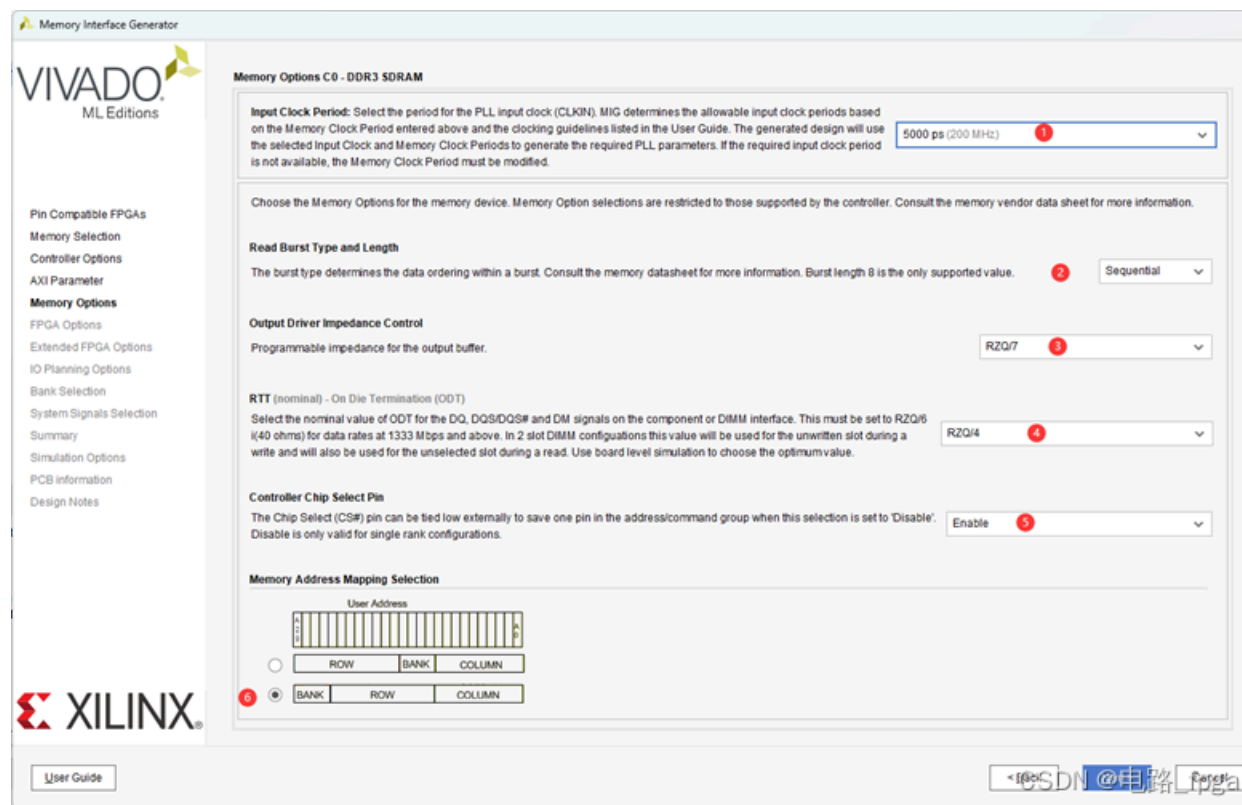
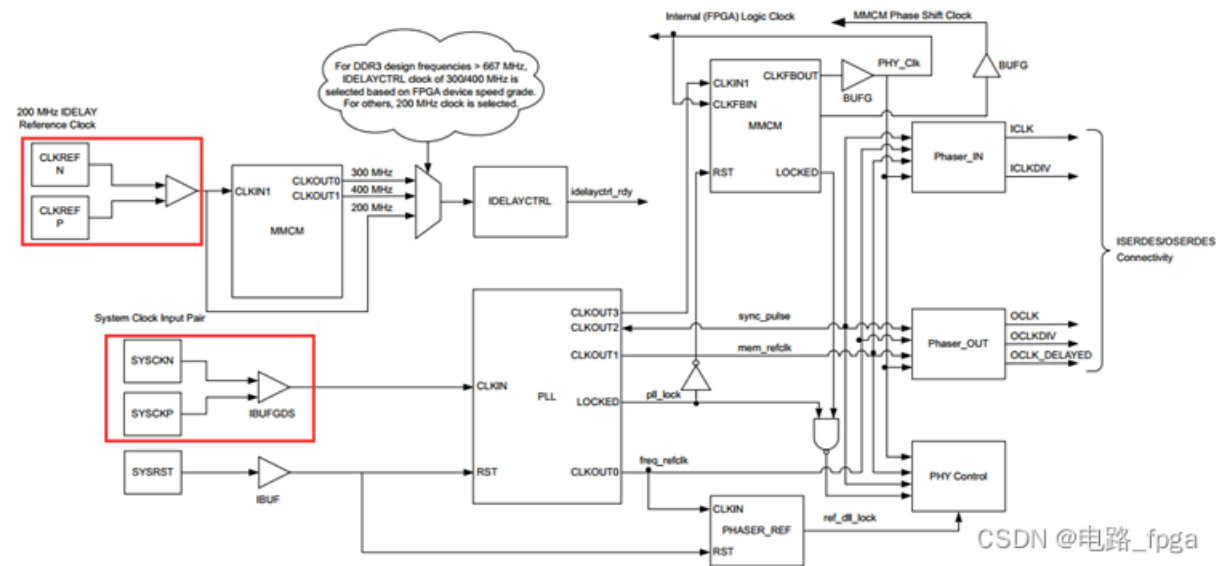
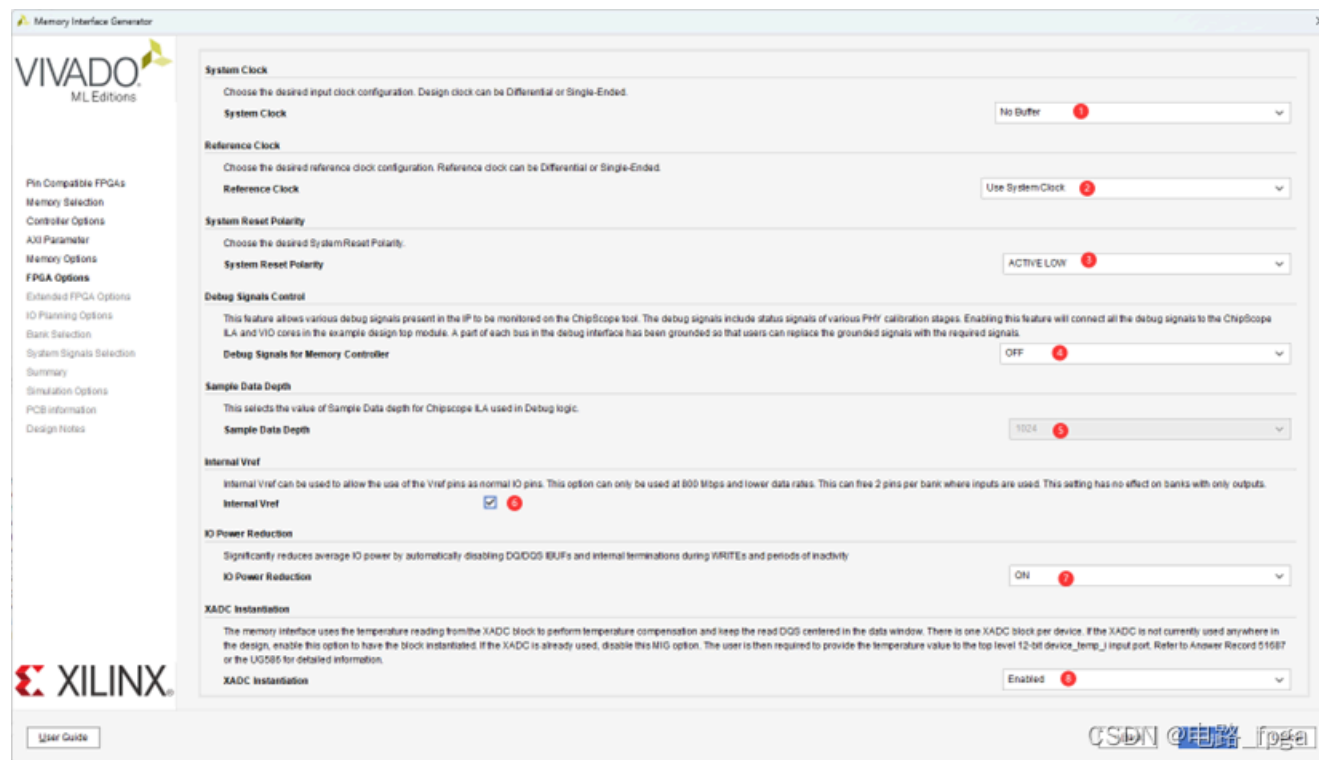

图7 Memory Options配置完成后页面
图8 MIG时钟结构图
图9 FPGA Options配置页面
- 1、System Clock：设置系统时钟sys_clk的来源，图7设置为200MHz。由FPGA内部提供，不由管脚输入，选择No Buffer。如果实际硬件管脚有提供200MHz时钟，也可以选择Differential（差分输入）或Signal-Ended（单端输入）。
- 2、Reference Clock：设置图8中IDELAY参考时钟200MHz的来源，由于在图7中将系统时钟设置为200MHz，可以选择Use System Clock，将两个输入时钟合并一个共用的200MH输入。如果图7中系统时钟设置不是200MHz，这里配置选项就没有“Use System Clock”，只能由管脚端口输入时钟或者FPGA内部产生这个200MHz时钟。
另一路为MIG IP系统时钟，通过内部锁相环生成需要的各种频率信号，由于这一路时钟信号作为锁相环的输入，所以对频率的具体数值没有要求。因此图7的1处可以设置为任意频率的时钟信号。
既然系统时钟信号频率可以是任意值，那么就可以将频率与参考时钟的频率设为一致，之后就可以只给MIG IP提供一路200MHz的时钟信号，这一路时钟既作为IDELAY的参考时钟信号，又作为MIG IP的系统时钟输入。这就是图7的1处和图9中部分设置。